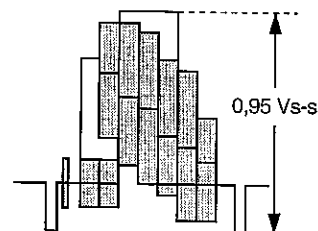

Abbildung 5-6.
2. Einen 75 Ohm-Abschlußwiderstand an die VIDEO OUT-Buchse und ein Oszilloskop über diesen Abschlußwiderstand anschließen. (Siehe Hinweis unten ①.)
5. Die Amplitude des Ausgangssignals muß 1,0 Vs-s betragen, wie in Abbildung 5-6 dargestellt.